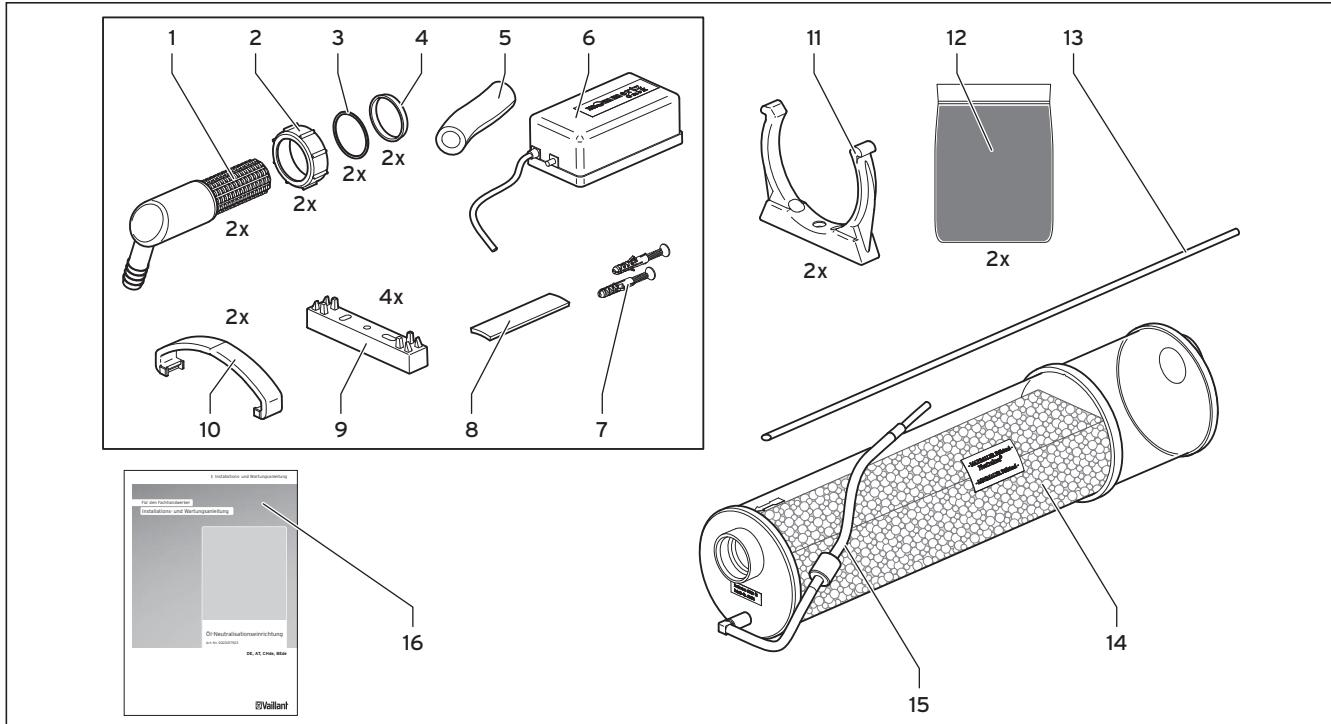
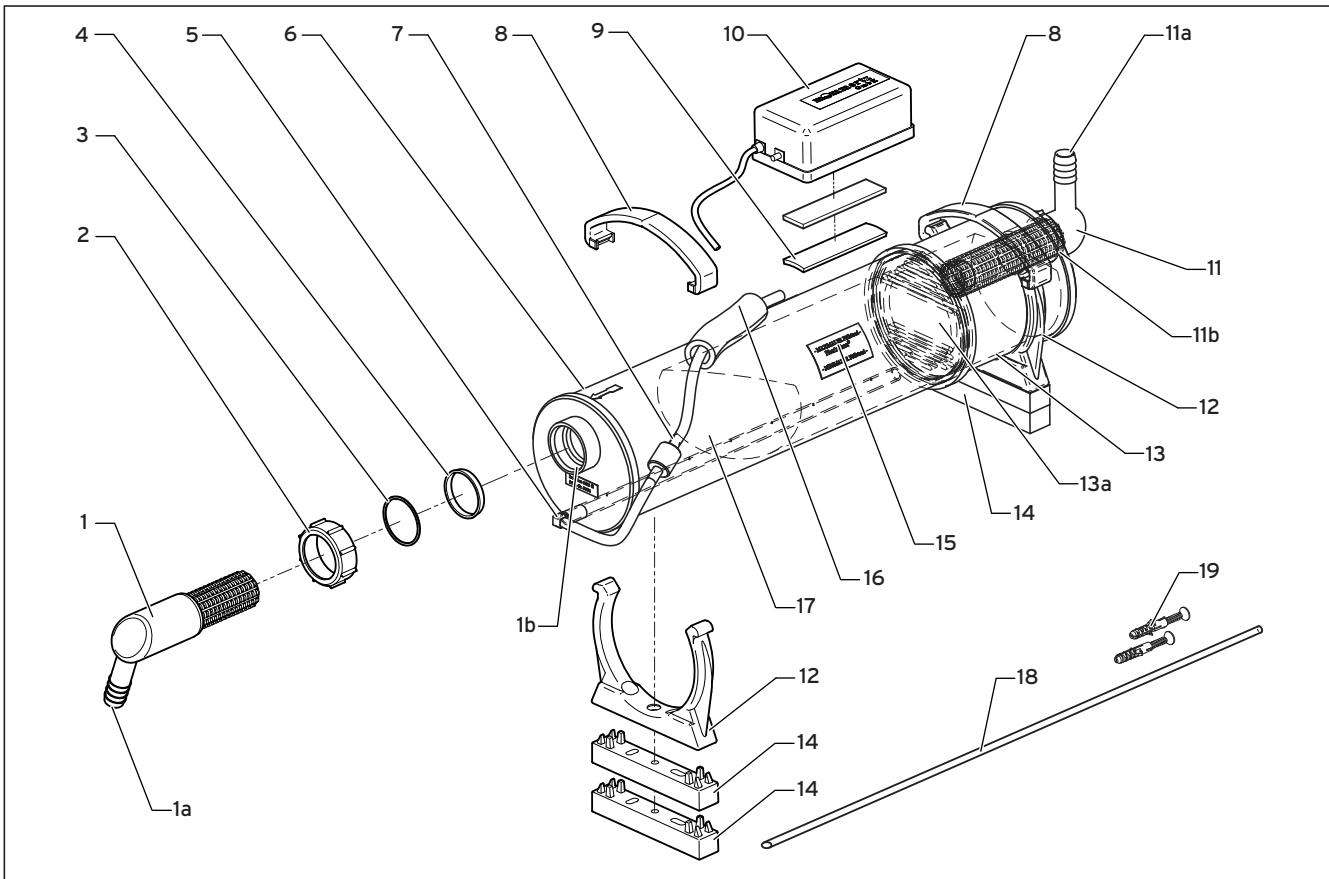

Abb. 3.1 Lieferumfang
Abb. 3.2 Öl-Neutralisationseinrichtung zusammenbauen
- Füllen Sie die Aktivkohle (→ Abb. 3.1, Pos. 12) in die Öffnung am Anschlussgewinde für die Tülle/Zulauf (→ Abb. 3.2, Pos. 11b) ein.
- Die Aktivkohle gelangt in den Aktivkohle-Vorfilter (→ Abb. 3.2, Pos. 13).
- Schließen Sie die Tülle/Zulauf (→**Abb. 3.2**, Pos. 11) der Öl-Neutralisationseinrichtung an den Kondensatablauf des Brennwertkessels an.
- Schließen Sie die Tülle/Ablauf (→**Abb. 3.2**, Pos. 1) an die Hausentwässerung oder die Kondenswasserpumpe an.